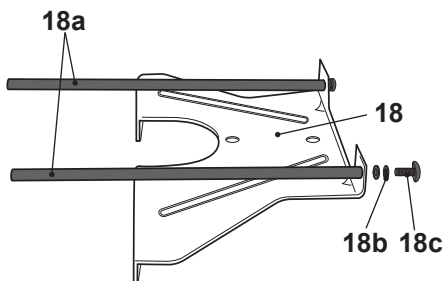

Fig. 7
- > Aliniați filetul pe vârful tijei (18a) la orificiul de montaj de pe ghidajul paralel (18).
- > Fixați conexiunea cu șaiba elastică (18b) și șurubul (18c) utilizând o șurubelniță în cruce adecvată (Fig. 7).